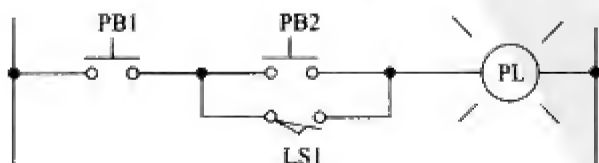

图 5-43
6. 画出图 5-43 继电器图对应的梯形图程序, 写出布尔程序以及布尔方程。